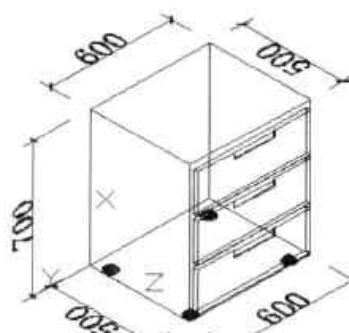

图12-70 标注模型高度尺寸
**Step 02** 坐标设置好后，执行二维标注命令，即可对模型高度进行标注，结果如图12-70所示。